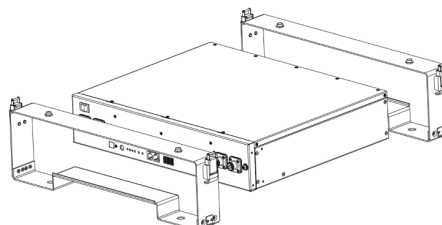

Figure3-5
2. Completa inserción de la B4850 en el soporte como figure3-5, prestar atención a empujar el B4850 a la posición de cierre.